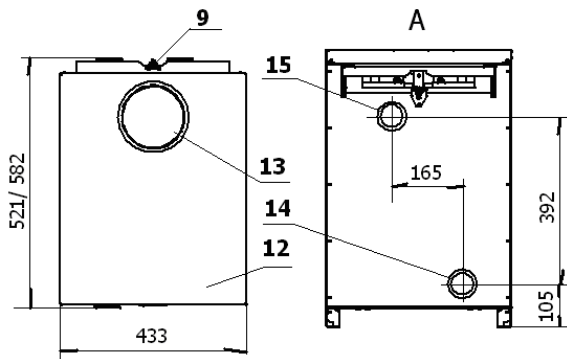

Рис.3 Котлы КС-Г-25S-Э/30S-Э
5.3 Котлы рис.3 транспортируют со снятым датчиком тяги 9, поэтому перед эксплуатацией его необходимо присоединить.